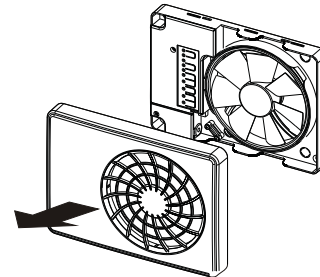

Fig. 4
4. Ta av frontdeksel ved å vippe fronten over sneppestene i bunn eller topp. Fig 4.